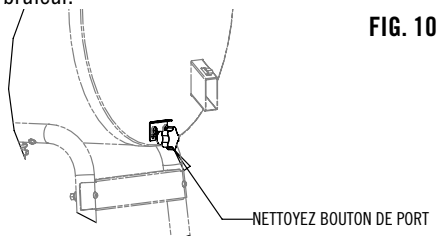

FIG. 10
1. Le bouton de la tige de la zone de nettoyage doit être enfoncé lorsque le barbecue est allumé. S'assurer que le système de blocage de la tige est tiré vers le bas et bloque le bouton afin d'empêcher l'ouverture de la zone de nettoyage par inadvertance. Voir la Fig. 10.